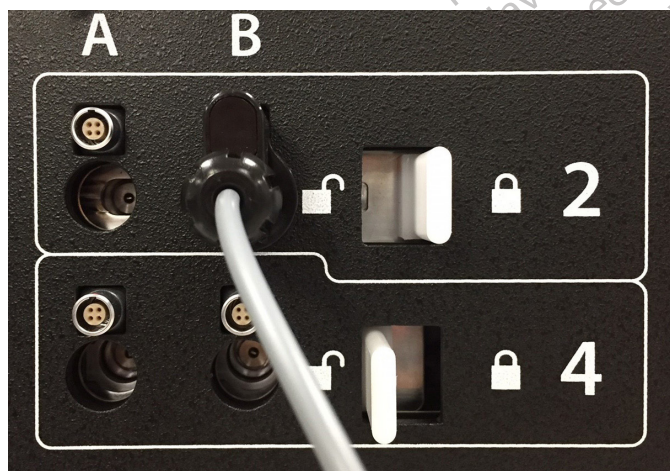

Figura 14. Bloccare l'ago nel canale
5. Dopo un ago nel canale desiderato, bloccarlo allontanando la barra di bloccaggio dal centro del sistema (Figura 14).